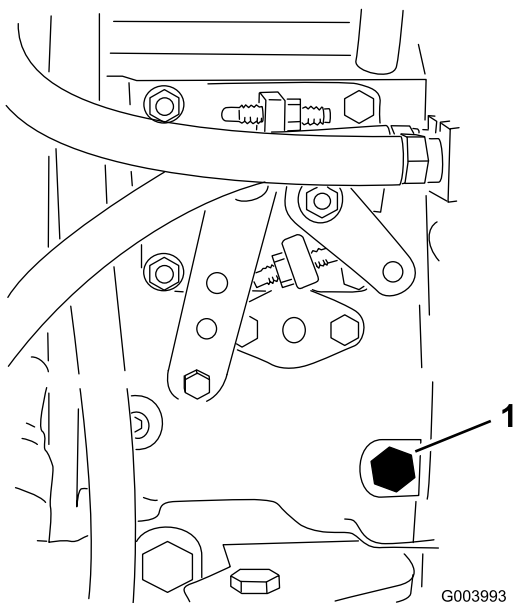

Figura 34
3. Abra el tornillo de purga de aire de la bomba de inyección de combustible (Figura 34) con una llave de 12 mm.